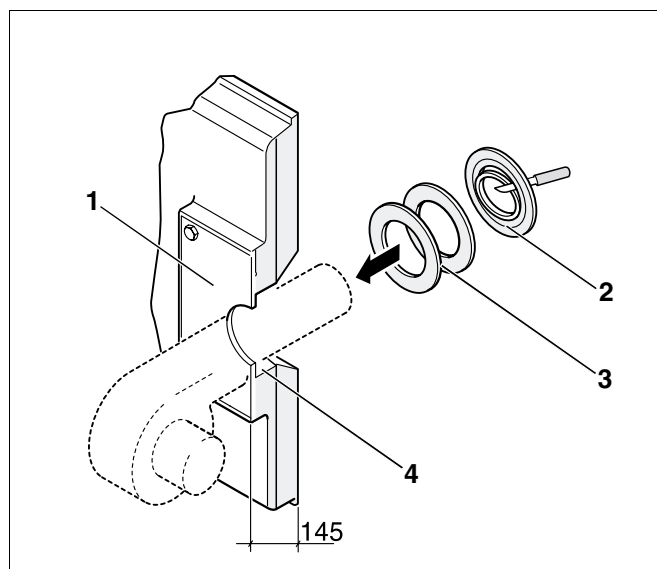

Рис. 66 Монтаж горелки (размер в мм)
- В стальной пластине под горелку (рис. 66, **поз. 1**) на месте монтажа просверлить или вырезать автогеном отверстие в соответствии с требуемым диаметром трубы горелки ($\varnothing$ макс. 270 мм). Просверлить отверстия для крепления горелки в соответствии с расположением отверстий на соединительном фланце горелки.
- Вырезать изолирующие кольца в соответствии с диаметром трубы горелки (рис. 66, **поз. 2**).
- Уложить в щель между теплоизоляцией дверцы горелки и трубой горелки (рис. 66, **поз. 4**) соответствующие изолирующие кольца (рис. 66, **поз. 3**).